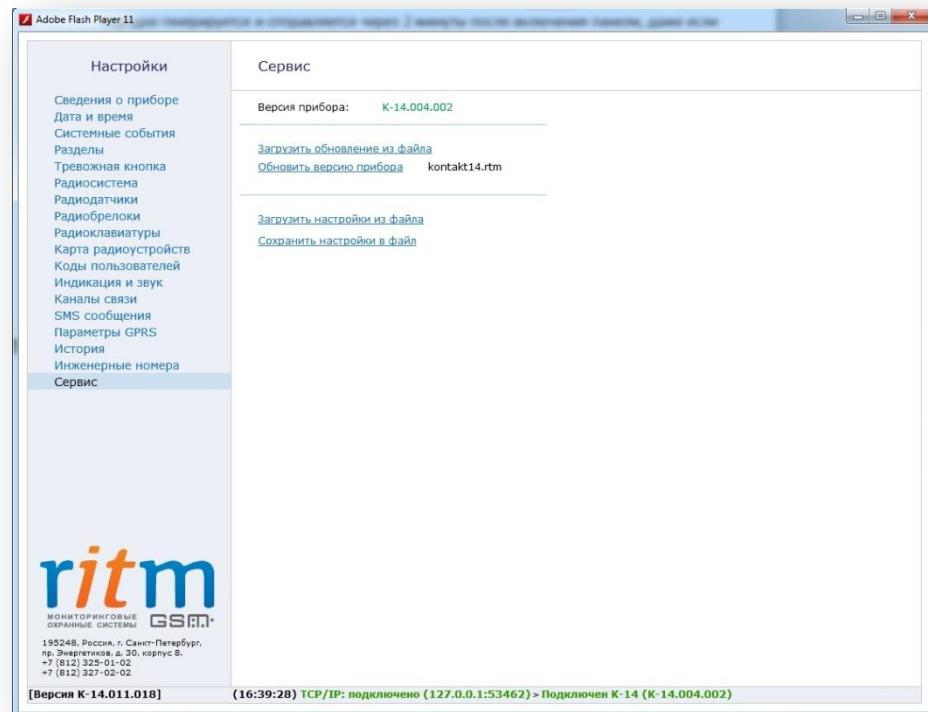
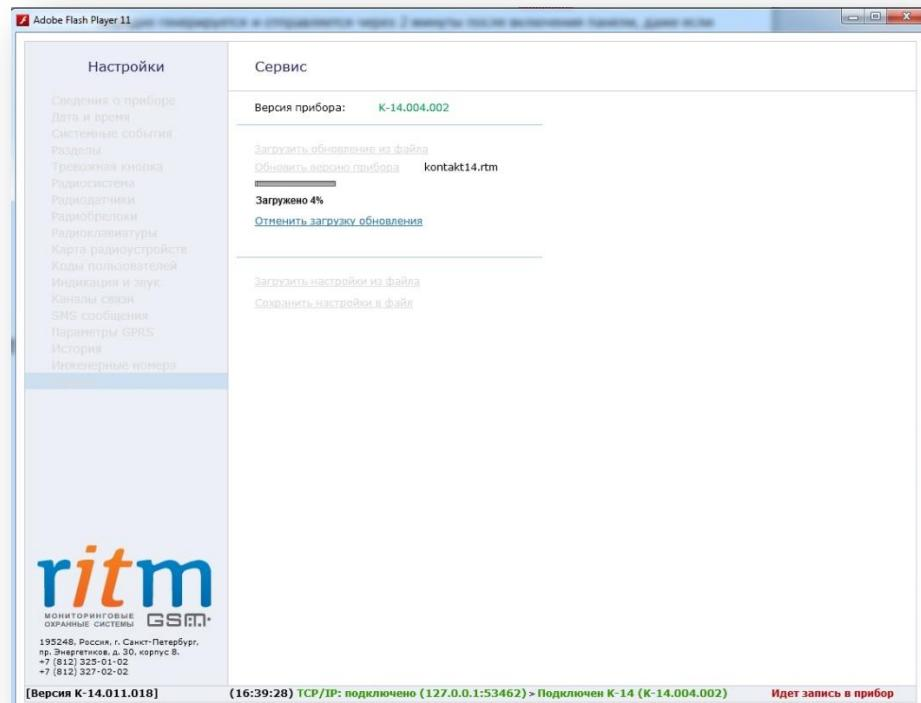

Рисунок 47. Обновление версии прибора
Рисунок 48. Процесс обновления версии прибора
**«Обновить версию прибора»** - файл с обновлением загружается из программы настройки в прибор (см. рис. 47, рис. 48).